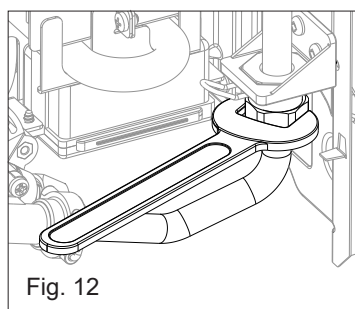

Fig. 12
- Allentare il raccordo indicato in fig. 12